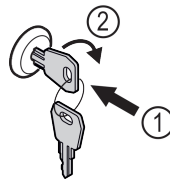

Fig. 181
- ▶ Sätt in nyckeln. Fig. 181 (1)
- ▶ Vrid nyckeln 90° medurs. Fig. 181 (2)